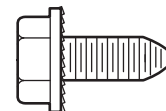

FIGURA 1
- Taladre los orificios de sujeción de 3/16 de pulg. Fije la ménsula de la puerta con dos tornillos autorroscantes. (Figura 1)